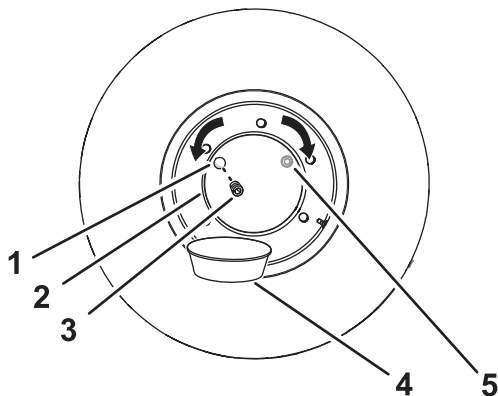

Figura 95
2. Mueva la máquina hacia adelante o hacia atrás hasta que el tapón del cubo de la rueda está en la posición de las 10 o de las 2 (Figura 95).
4. Coloque un recipiente de vaciado debajo del orificio de vaciado del cubo de la rueda (Figura 95).
5. Retire el tapón del cubo de la rueda (Figura 95).
6. Compruebe que el nivel de aceite llega a la parte inferior de las roscas del orificio de aceite (Figura 95).
8. Instale el tapón en el orificio de aceite del cubo de la rueda (Figura 95).
1. Mueva la máquina hacia adelante o hacia atrás hasta que el tapón de aceite del cubo de la rueda esté en la posición de las 12; consulte la Figura 95 de Comprobación del nivel de aceite de los cubos de las ruedas \(página 70\).